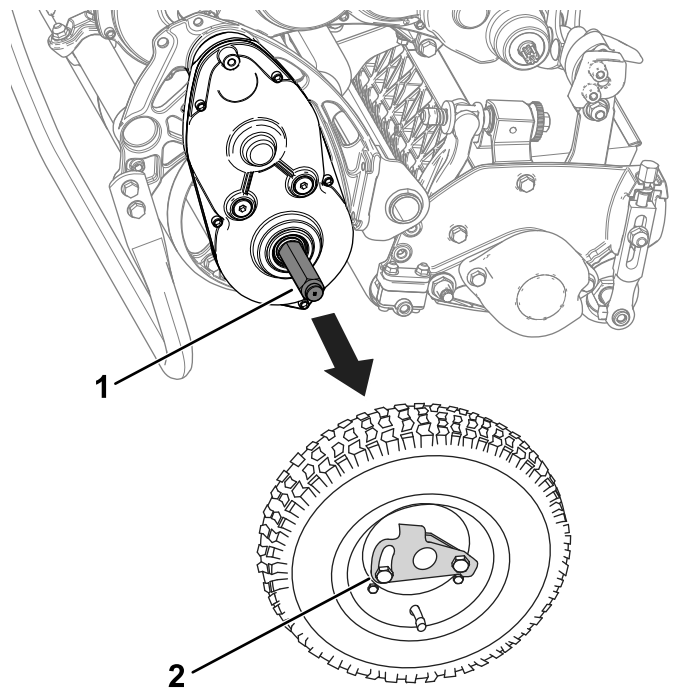

Bild 18
3. Entfernen Sie die Transporträder, indem Sie die Radbefestigungsclips aus den Achsen schieben (Bild 18).